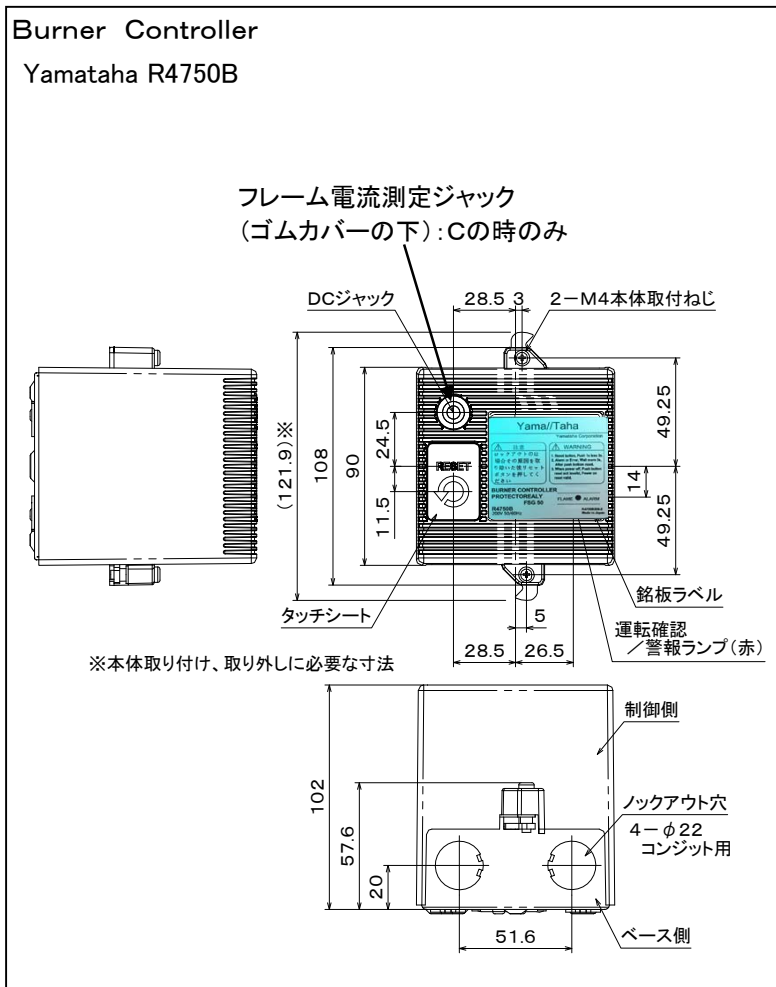
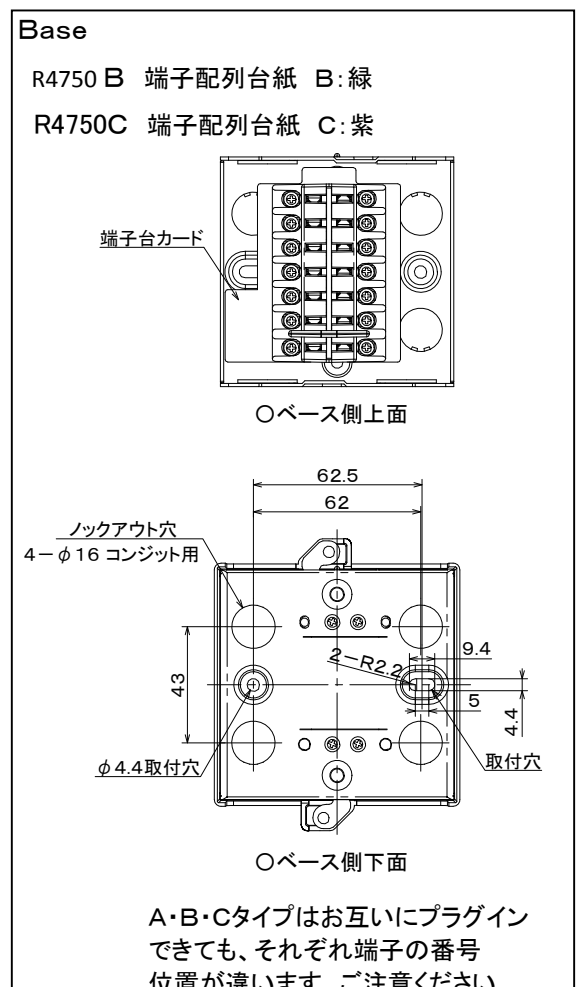

図1
図2
2. 本体とサブベースの取外しと取付けの方法 (図1・図2参照) ※3
(1) 図 1の右図に示す本体固定用2ヶ所のネジをゆるめ、本体取付金具を本体の外側に出るようにします。
(2) 左右の手でコントローラー本体とサブベースをつかみ、まっすぐに引き離します。
3. サブベース取付け方法(図2参照)